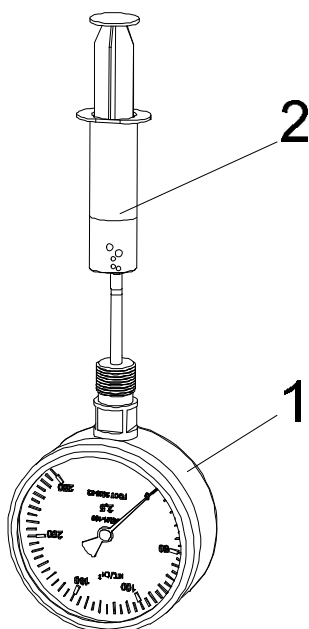

Рисунок 4 – Схема заправки манометра с помощью шприца: 1 – манометр; 2 – шприц с нейтральной жидкостью
7) Произвести тщательное заполнение трубки Бурдона манометра 1 нейтральной жидкостью с помощью шприца 2 (рисунок 4), выполняя насосные движения поршнем шприца до прекращения появления пузырьков воздуха.
1) Произвести тщательное заполнение трубки Бурдона манометра 1 нейтральной жидкостью с помощью шприца 2 (рисунок 4), выполняя насосные движения поршнем шприца до прекращения появления пузырьков воздуха.
10) Произвести тщательное заполнение трубки Бурдона манометра 1 нейтральной жидкостью с помощью шприца 2 (рисунок 4), выполняя насосные движения поршнем шприца до прекращения появления пузырьков воздуха.